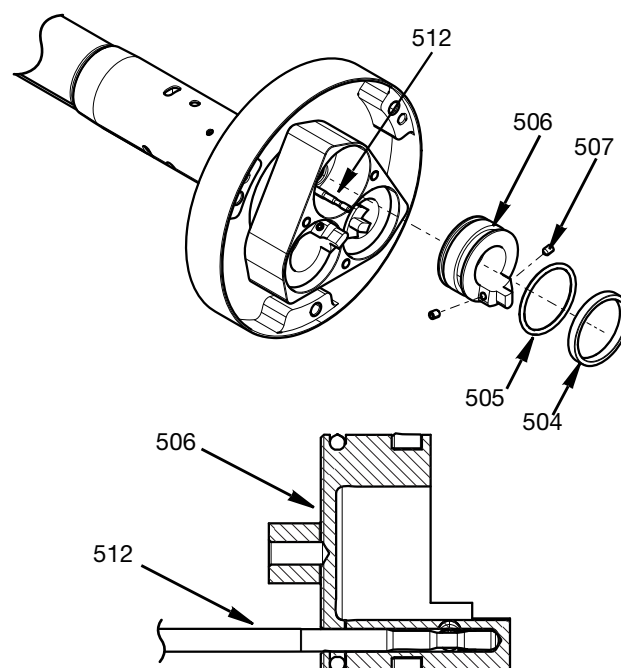

FIG. 31
- a. Lubrique las juntas tóricas (505) y los anillos guía (504) con una grasa sintética.
- c. Inserte los pistones en el alojamiento del cilindro (509) a la vez que alinea el orificio de la válvula de cierre con la válvula de cierre de las varillas (512).
- d. Empuje juntos los pistones y la válvula de cierre de las varillas de forma que las válvulas de cierre lleguen hasta el fondo del orificio del pistón. Consulte la FIG. 31.
- e. Aplique fijador de roscas (Loctite™ 242 azul o equivalente) a los dos tornillos M4 (507) y apriételes juntos para bloquear el pistón y la
- f. Compruebe que la válvula de cierre y el pistón se mueven de manera uniforme y sin agarrotamiento. Consulte la FIG. 31.